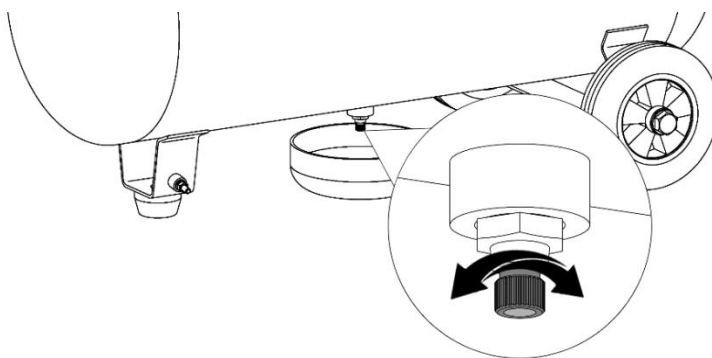

Рисунок 10
- 3 Подставьте под конденсатоотводчиком емкость для сбора конденсата (рисунок 10).
- 4 Ослабьте винт конденсатоотводчика и слейте конденсат (рисунок 10).